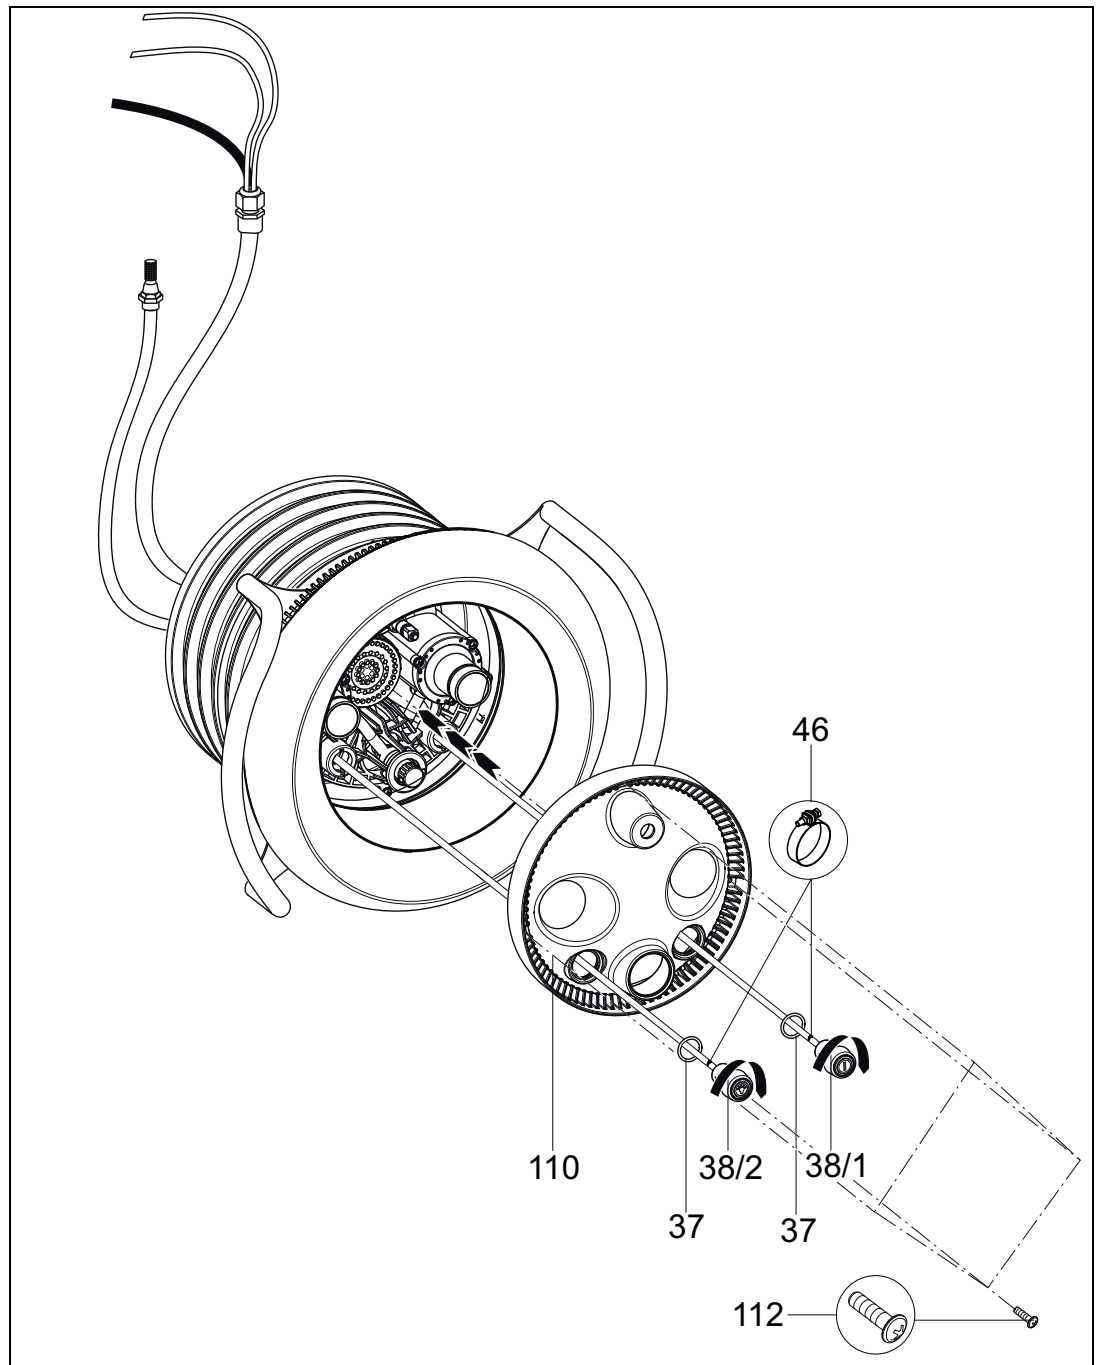

Abb.12
10. Pneumatikschläuche durch die unteren/äußeren Öffnungen der Lichtabdeckung (**110**) führen (Licht EIN/AUS links; Pumpe EIN/AUS rechts). Die Lichtabdeckung (**110**) auf das Düsengehäuse (**102.1**) zentrisch ausrichten und mit vier Schneidschrauben (**112**) befestigen (Abb.12).
11. Jeweils ein O-Ring (**37**) auf einen Pneumatiktaster (**38/1;38/2**) aufschieben. Pneumatikschläuche an entsprechenden Tastern mit Schlauchklemmen (**46**) befestigen. Die beiden Pneumatiktaster durch die Lichtabdeckung (**110**) in das Düsengehäuse stecken und durch drehen im Uhrzeigersinn verriegeln (Abb.12).